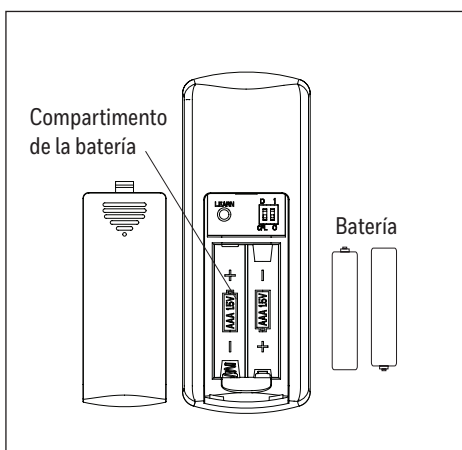

Figura 6.1
1. Use un destornillador de cabeza plana, si es necesario, para retirar la cubierta de la batería en la parte posterior del control remoto del paquete de control remoto. Inserte la batería en el control remoto; asegúrese de que la polaridad de la batería coincida con la polaridad indicada en el compartimiento para esta: positivo (+) con positivo (+) y negativo (-) con negativo (-). Vuelva a colocar la contratapa y presione el botón de encendido del ventilador en el control remoto para asegurarse de que se encienda el indicador LED y que el control remoto encienda el ventilador (Figura 6.1).
El control remoto no funciona.	1. Es posible que la sobrecarga haya borrado la memoria y que sea necesario volver a sincronizar el control remoto con el receptor. Instrucciones de sincronización: Desconecte el suministro de electricidad hacia el ventilador y vuelva a conectarlo. Dentro de los 30 segundos, mantenga presionado el botón "LEARN" [Aprender] (Figura 6.1) ubicado en el compartimiento de la batería) durante 5 segundos. El ventilador comenzará a girar a velocidad baja con la luz apagada. Esto confirma que el proceso de sincronización fue correcto. 2. Inserte las baterías nuevas AAA de 1.5 V en el compartimiento de la batería del control remoto. 3. Si hay varios ventiladores en la cercanía, apague los otros ventiladores y vuelva a sincronizar el control remoto.